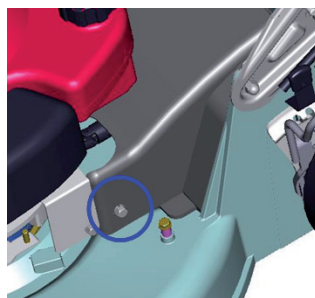

Bild 19
- Entfernen Sie die Getriebeabdeckung (Siehe Bild 19). Stellen Sie einen Auffangbehälter unter das Getriebe.